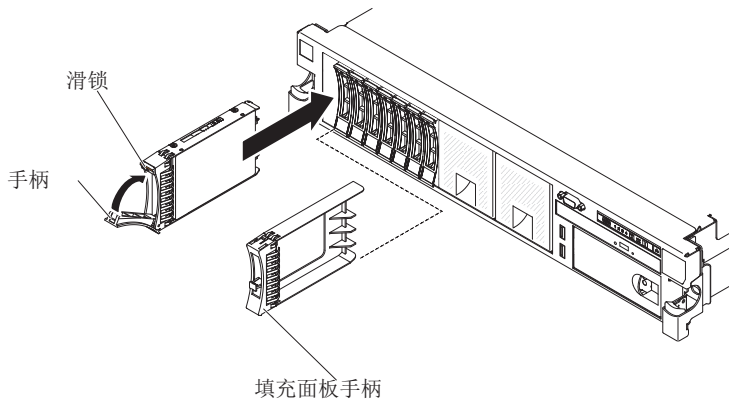

图 88. 更换 SAN Volume Controller 2145-DH8 引导驱动器
4. 确保磁盘驱动器手柄处于打开（解锁）位置，如图 88 中所示。